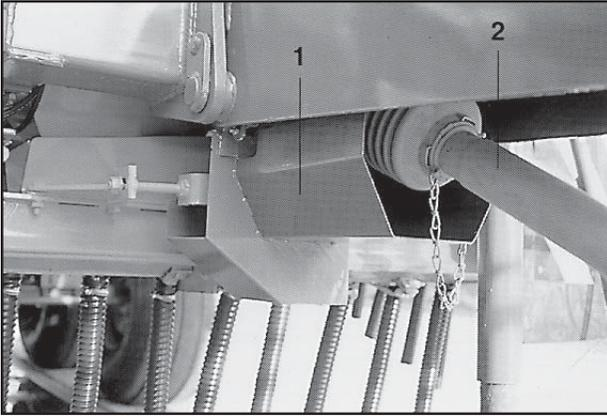
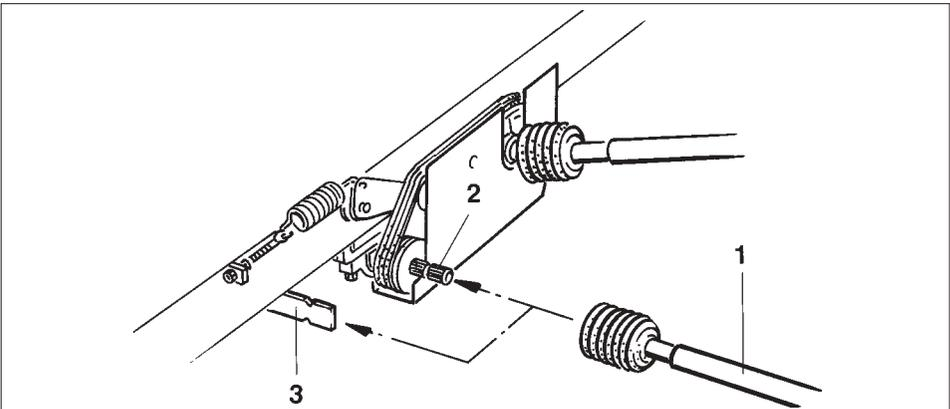

Fig. 4.24
Fig. 4.26
In den Abbildungen Fig. 4.25 und Fig 4.26 sind Gelenkwellenschutz (Fig. 4.24/1) und Gelenkwelle (Fig. 4.24/2) nur zur Veranschaulichung entfernt worden. Zum Umstellung auf ein anderes Streuwerk Gelenkwellenschutz (Fig. 4.24/1) nicht entfernen.
- Bolzen (Fig. 4.26/1) vorne neben dem Gelenkwellenanschluß einstecken und mit einem Federstecker (Fig. 4.26/2) sichern.